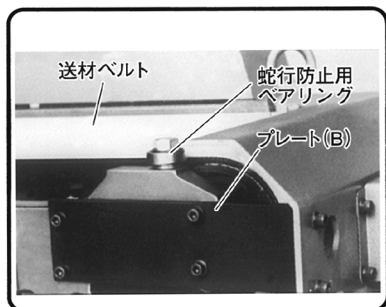

図 39
- (2) 6mm六角穴付ボルト4個を手持ちの六角棒スパナ(5mm)でゆるめ、プレート(B)を取りはずします。
- (3) 蛇行防止用ベアリングを固定している8mmボルトを2個を付属のボックススパナでゆるめ、取りはずします。(図39参照)